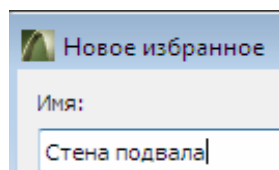

Рис. 74
7. Сохраните эти параметры в **Избранном** под именем **Стена подвала** (рис. 74).